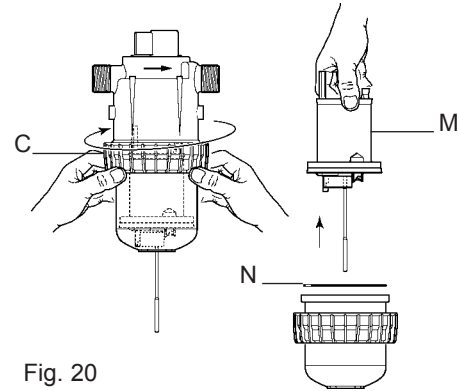

Fig. 20
- Desenroscar el dado de la parte superior **a mano** (**Fig. 20-C**) y retirarla.
- Sacar el pistón motor (**Fig. 20-M**) tirando hacia arriba.
- Cambiarlo y volver a montar el conjunto en el orden inverso al desmontaje. Para eso, etapa ①, posicionar el motor parcialmente en la parte inferior, etapa ②, y luego en posición intermedia en la parte superior, asegurándose de no estropear la junta de estanqueidad (**Fig. 20-N**).
- Etapa ③, atornillar el dado **a mano**.
- Juntar el conjunto, y luego remontar la parte dosificación habiendo limpiado o cambiado previamente la junta de estanqueidad (**Fig. 20-N**).